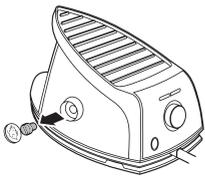

FIG.3
8. Vuelva a enroscar el tapón y coloque la tapa. (Fig 3 y 2)